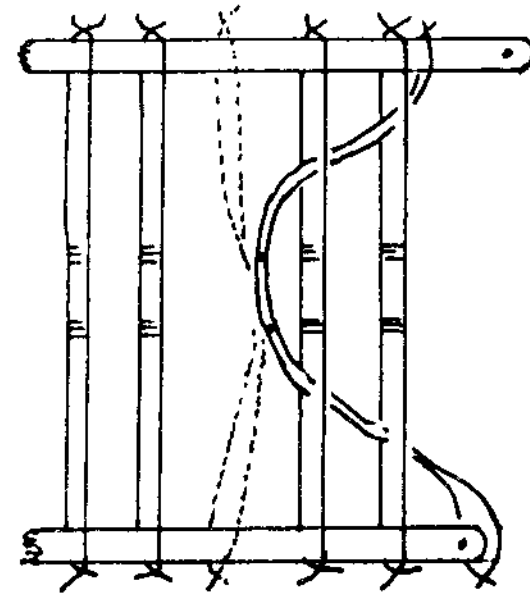

Abbildung 23
**Das Einfügen einer neuen Litze** in die richtige Reihenfolge, falls ein Fehler gemacht worden ist (Abb. 23)